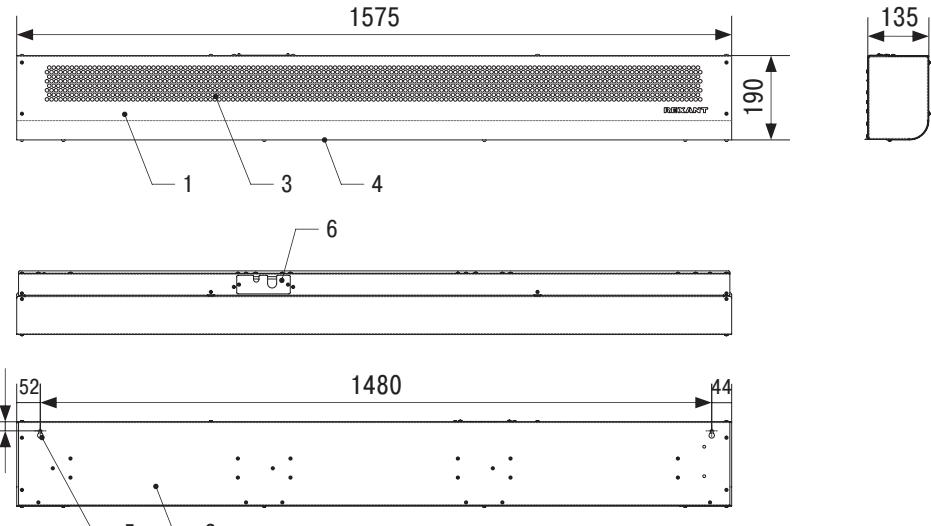

Рисунок 3. Габаритный чертеж и элементы конструкции тепловой завесы
- Для настенного монтажа обогревателя следует с помощью уровня и рулетки (линейки) разметить отверстия на стене. Межцентровое расстояние посадочных отверстий указано на чертеже (см. рис. 3).